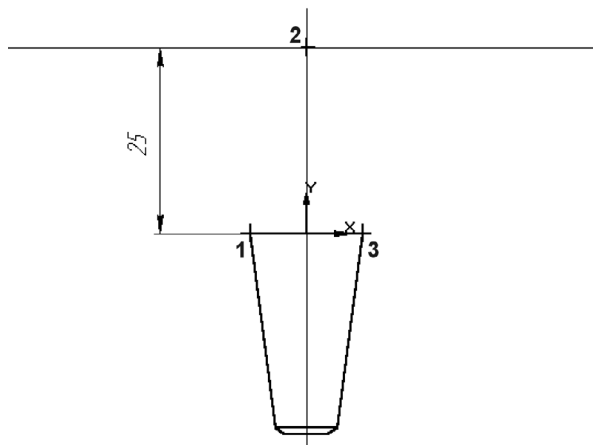

Рис. 30.5. Построение вспомогательной прямой
1. Постройте вспомогательную прямую, параллельную отрезку 1–3 на расстоянии 25 мм выше отрезка (рис. 30.5). Используйте команду **Параллельная прямая**.